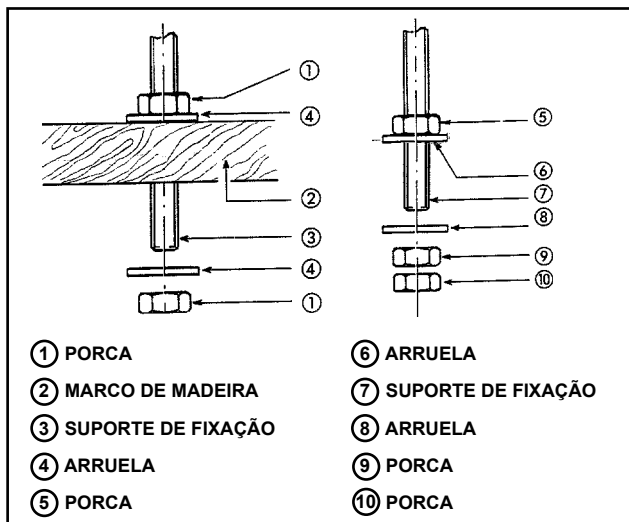

FIGURA 18
- Uma vez que estejam situados os suportes de fixação roscados, aparafuse sem apertar as porcas e introduza as arruelas (ver figura 18);